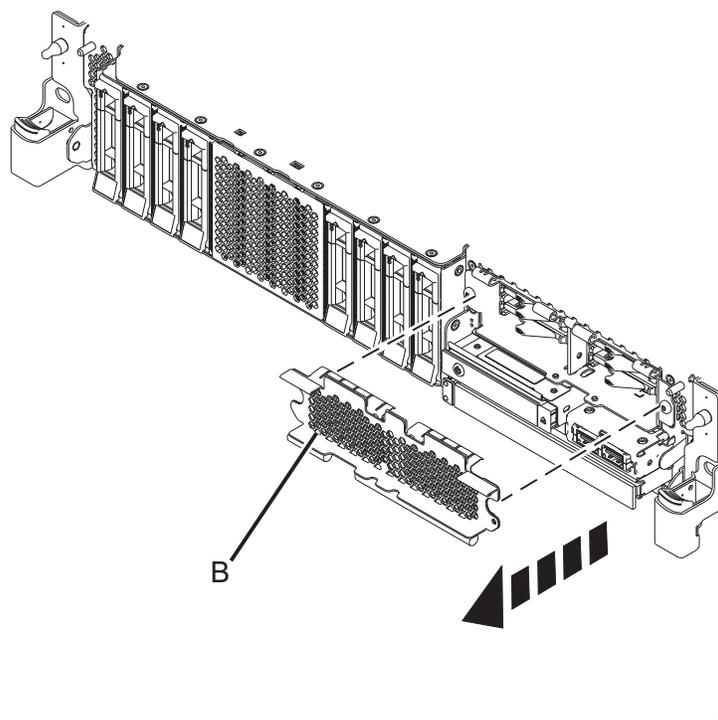

Figure 15. Retrait du cache du compartiment SSD pour accéder aux emplacements SSD d'un système à fonction étendue
14. Pour accéder aux emplacements SSD, retirez le cache perforé (B) qui obstrue le compartiment SSD comme illustré dans la figure 15.